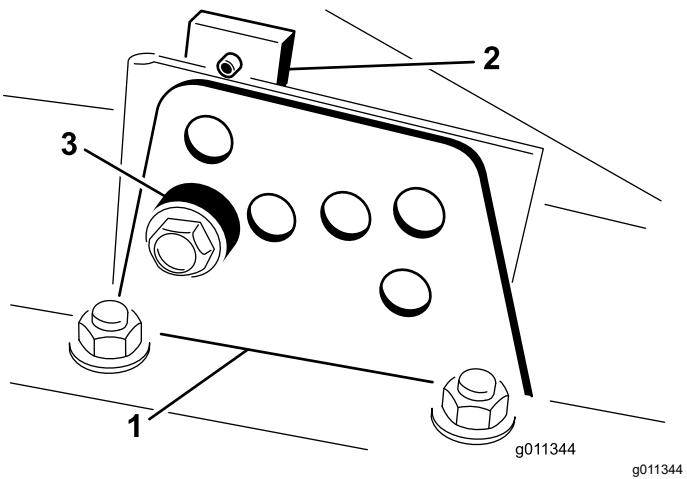

図 3
- 各刈り高ブラケットを刈り高プレート前と右と左に固定しているボルトをゆるめる 図 3。
4. チェンバを支えておきながらスペーサを取り外す図 3。